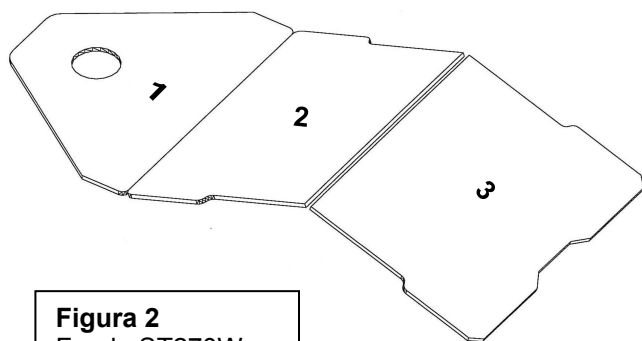

Figura 2
- 1 – Posizionare il fondo, rispettando l'ordine indicato sulla figura 2 o 3 secondo il modello :